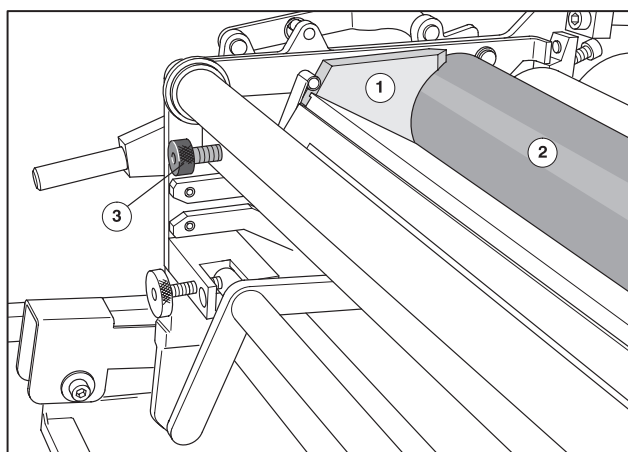

Рис. 17 Красочный ящик
- ❶ После установки щечек красочного ящика (Рис. 17/❶) откинуть красочный ящик вверх так, чтобы щечки красочного ящика слегка прилегали к дуктору (Рис. 17/❷).
- ❷ Винты с накатанными головками (Рис. 17/❸) с обеих сторон ввинтить, чтобы красочный нож был подведен к дуктору.